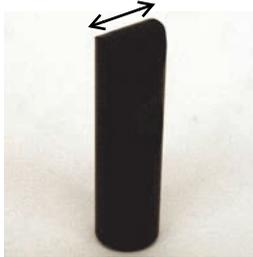

Figure 5-32 Face la plus longue de la pointe de la sonde
1. Positionnez la sonde entre deux encoches sur le bloc étalon, placez le côté long de la pointe de la sonde (voir la Figure 5-32 à la page 161) perpendiculairement par rapport aux encoches, et puis appuyez sur la touche A-LIFT NULL (  ).